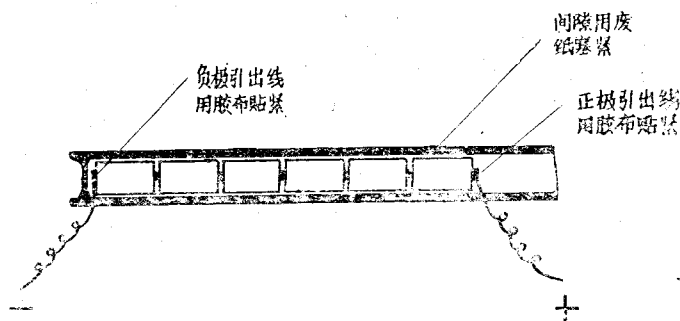

图14 电解电源的制作
3. 电源 用手电筒的电池四到六节，按下述的办法串联：找内径大小恰能装进电池的竹筒一根，其一端保留节巴，对半破开，取其一半。将电池按同一方向，一个接一个地嵌入，注意极性不要装反。两极的导线均以胶布(医药用)贴牢(图14)。若装入的电池松动，可用废纸或棉花塞紧。必要时也可用纸包裹代替竹筒，但必须保证接触良好。